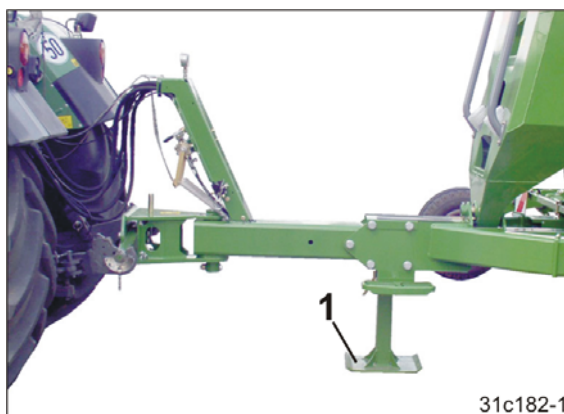

Fig. 156
15. Anbring maskinen på støttefoden (Fig. 156/1).